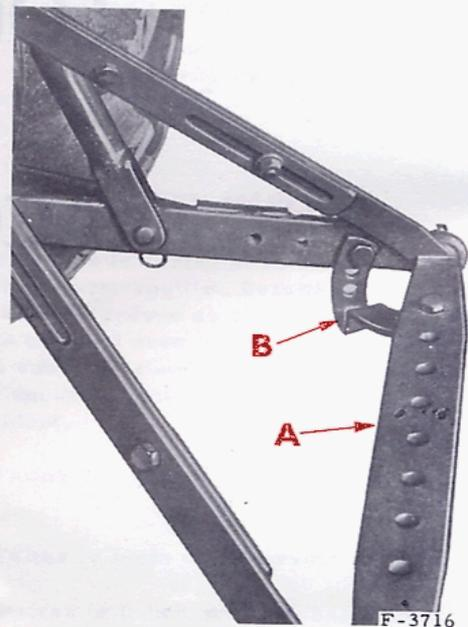

Fig. 36. — Barre d'attelage pour attelage 3-points. - A. Barre d'attelage. - B. Plaquette de rigidité.
Pour vos remorquages, une barre d'attelage (A) (fig. 36) a été prévue, s'adaptant sur les rotules des tirants inférieurs d'attelage 3-points. Cette barre d'attelage peut être abaissée ou relevée hydrauliquement à hauteur du point d'attache de l'outil ou de la remorque à traîner. Etant montée sur les rotules des tirants inférieurs, cette barre pivote autour de son axe longitudinal.